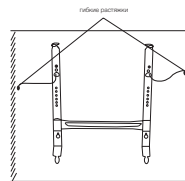
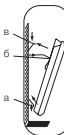

Рис. 5
Рис. 6
- поместить кронштейн на стену и закрепить его (рис. 5);
- закрепить прибор на кронштейне следующим образом (рис. 6):
- наденьте на кронштейн нижнюю часть обогревателя при помощи специальных отверстий, расположенных в нижней части прибора (рис. 6, а);
- придерживая прибор рукой, закрепите гибкие растяжки (рис. 5) расположенные на кронштейне, в специальных прямоугольных отверстиях на обогревателе (рис. 6, б);
- наденьте верхнюю часть прибора на кронштейн, зафиксировав его при помощи защелок на кронштейне (рис. 6, в);